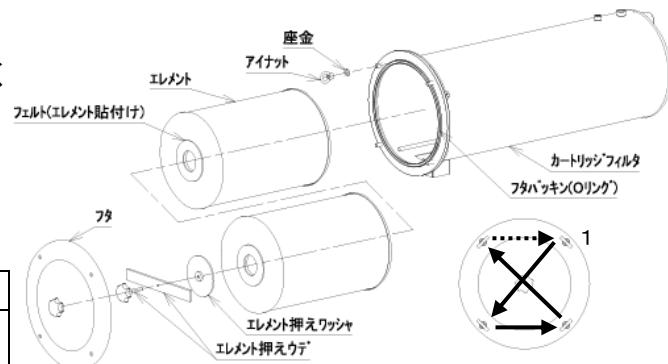
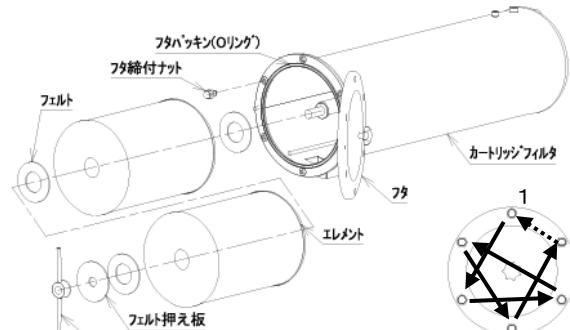

図 11-3
図 11-4
#### 11-3-2.カートリッジフィルタ (図 11-3, 図 11-4)
4) フィルタエレメントの交換手順 (図 11-3, 図 11-4)
- ④ DO101 (図 11-3):
DO161, 221 (図 11-4):
- ⑦ 新しいエレメントとフェルトパッキンをセットします。
- ⑧ DO101 (図 11-3):
- DO161, 221 (図 11-4):
- ⑨ Oリングに亀裂やキズが無いか、又締付フランジ面にキズや異物が無いか確認してください。
- ⑩ フタを閉め、ナットを均等に締め付けます。(図 11-3, 図 11-4)
- ⑪ 液落しバルブを閉じます。
#### 4) カーボンの交換手順 (図11-1, 図11-3, 図11-4)